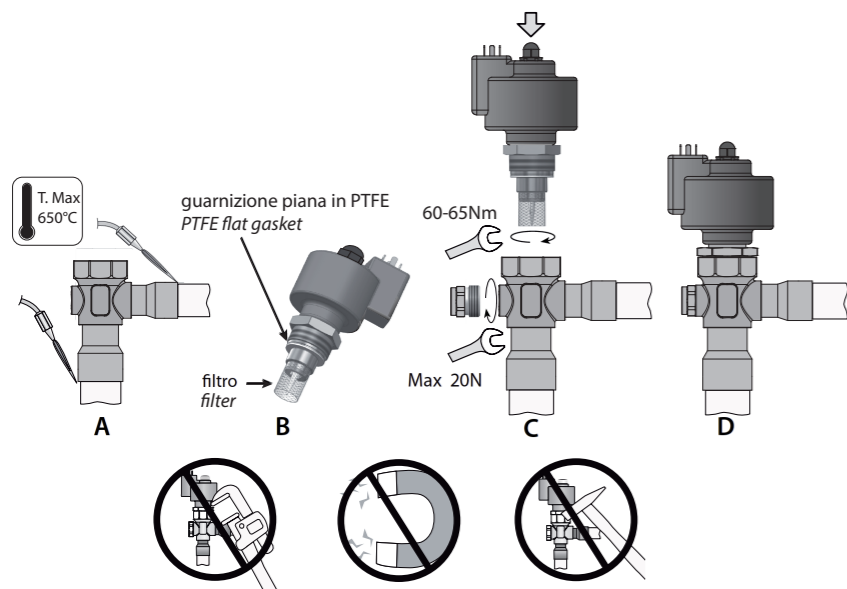

Fig.2
Le valvole E3V-S devono essere saldate al circuito mediante brasatura dei raccordi in rame ai tubi di uscita condensatore (IN) e di ingresso evaporatore (OUT). Seguire la successione indicata in Fig. 2 procedendo in questo modo:
2. Procedere alla saldatura orientando la fiamma verso l'estremità dei raccordi come da Fig. 2-A (per una migliore brasatura senza alterare la tenuta della zona di saldatura tra corpo e raccordi utilizzare lega con temperatura di fusione inferiore a 650 °C o con tenore di argento superiore del 25 %).
3. Verificare che la guarnizione piana in PTFE sia presente e posizionata in sede (Fig. 2-B). In caso contrario, prelevare dalla confezione una guarnizione piana e inserirla nella cartuccia dalla parte della boccola in ottone.
4. Verificare che il filtro in rete metallica sia inserito sulla boccola di ottone (Fig.2-B). In caso contrario, posizionarlo come in figura e portarlo in battuta.
Serrare la cartuccia sul corpo valvola con una coppia di serraggio suggerita di 60-65 Nm (Fig. 2-C).
The E3V-S valves must be joined to the circuit by braze welding the copper fittings to the condenser outlet (IN) and evaporator inlet (OUT) pipes. Proceed as indicated in Fig. 2:
2. Weld by aiming the flame at the ends of the fittings as shown in Fig. 2-A (for better braze welding without affecting the seal of the welded area between the body and the fittings, use alloys with a fusion temperature less than 650 °C or with a silver content above 25%);
3. Make sure that the PTFE flat gasket is present in its seat (Fig. 2-B). Otherwise, take a flat gasket from the packaging and place it in the cartridge from the side of the brass bushing.
4. Make sure that the metal mesh filter is inserted on the brass bushing (Fig.2-B). Otherwise, position it as shown in the figure and make sure it's properly in place.
5. Tighten the steel cartridge in its threaded socket on the valve body using a 32 mm spanner. Tighten the cartridge on the valve body to a recommended tightening torque of 60-65 Nm (Fig. 2-C). For faster valve assembly, do not remove the motor from the cartridge.